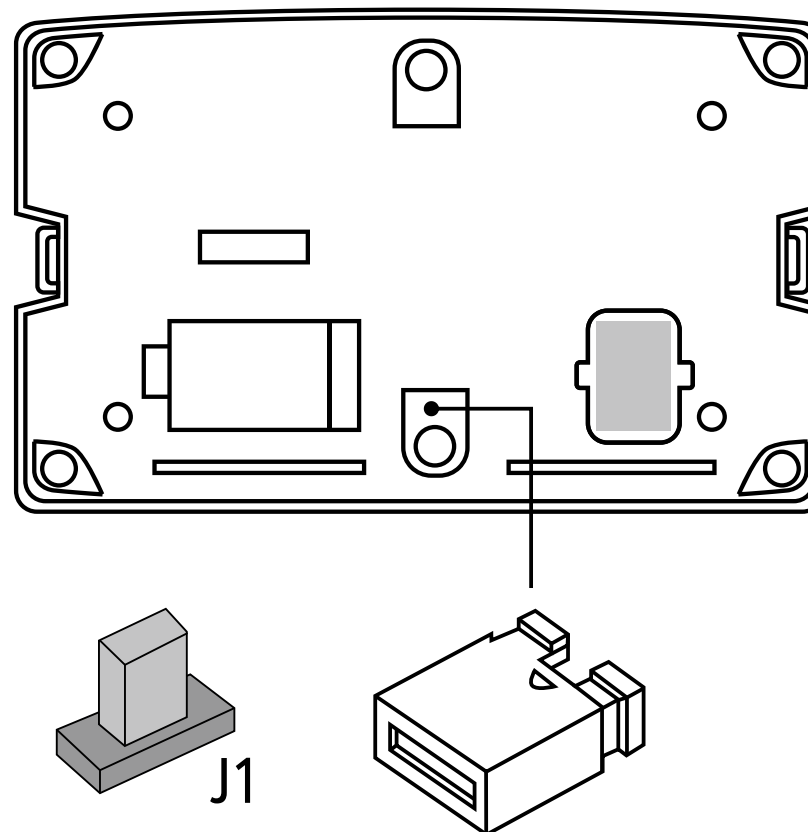

Рисунок 15. Перевод тепловычислителя в режим “Настройка”, джампер J1.
Под защитным колпачком находятся два штыревых контакта и джампер J1. Для перевода прибора в режим “Настройка” необходимо замкнуть штыревые контакты джампером J1 (Рисунок 15).
- Перевести прибор в режим «Работа», вытащить джампер J1 (См. Рисунок15).